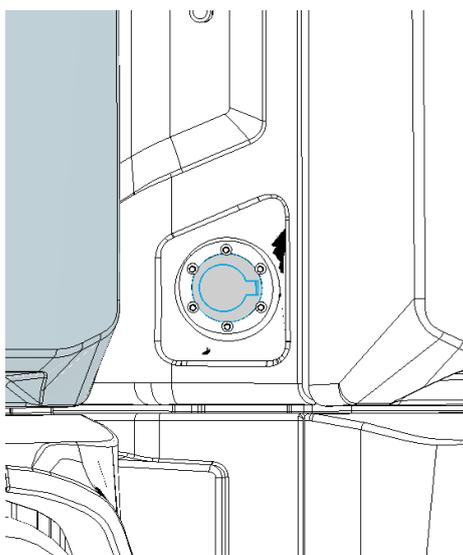

Рисунок 6. Лючок зарядного разъема
3. откройте крышку лючка зарядного разъема, установленного на Платформе, для чего сдвиньте фиксатор в направлении «откр.» (см. Рисунок 6);